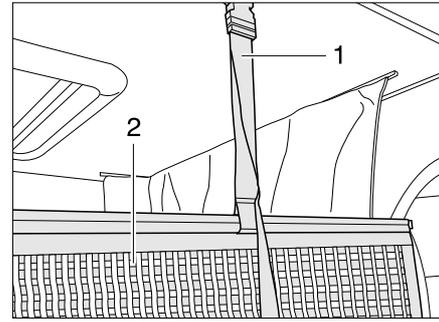

Bild 111 Halterung Sicherungsnetz
Sicherungsnetz Das Sicherungsnetz (Bild 111,2) mit den Haltegurten ist unter der Matratze verstaub. Das Sicherungsnetz erst aufspannen, wenn sich die Personen bereits im Hubbett befinden.
- Die Haltegurte (Bild 111,1) in die Halterungen an der Decke einrasten.